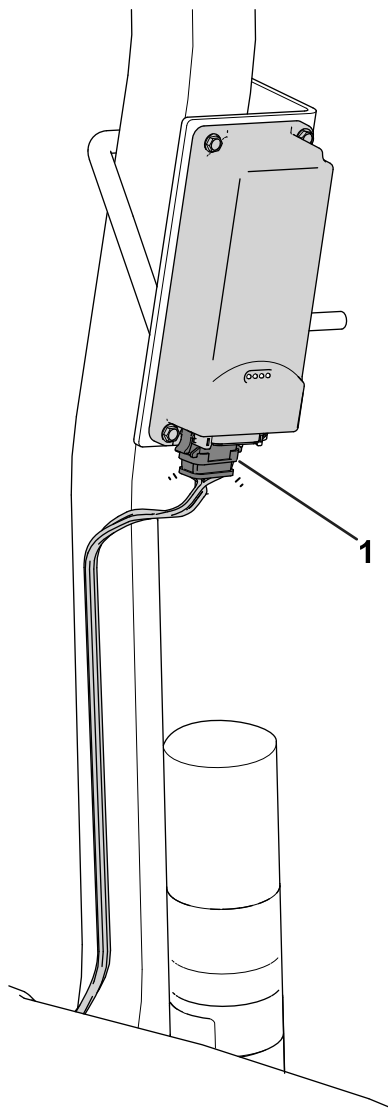

Figura 9
3. Instale el conector marcado P02 del arnés de cables de la telemática en el dispositivo telemático (Figura 9).